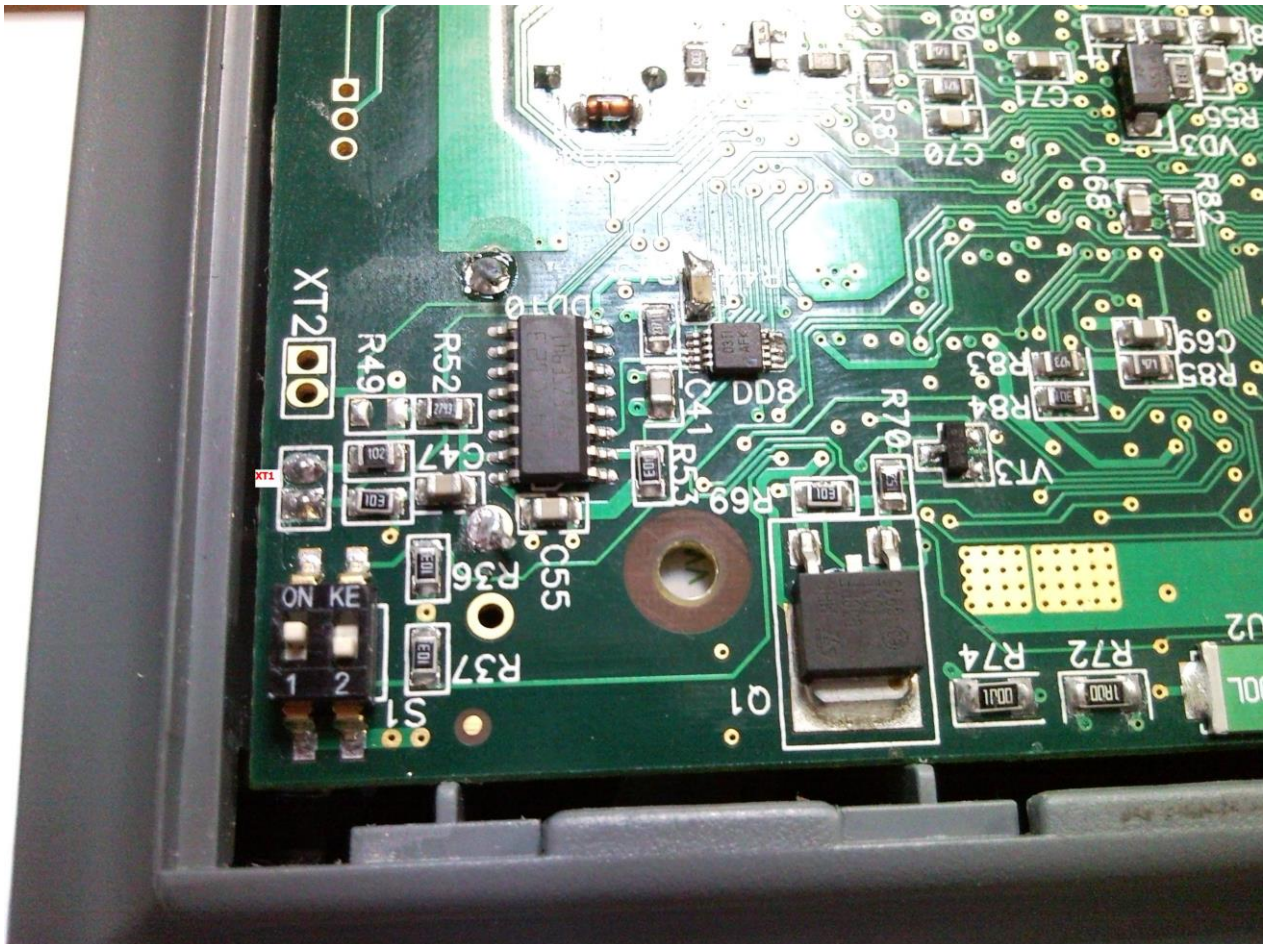

Рис. 1
- закоротить контакты XT1 (рис. 1), установить выключатель питания в положение “I”;